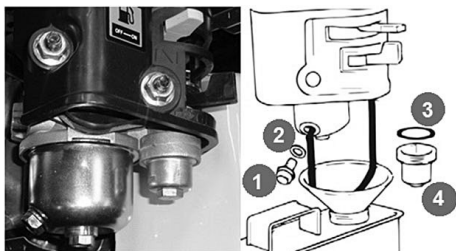

Рис. 18 Обслуживание фильтра-отстойника карбюратора
3. Открутите болт сливного отверстия (1) и слейте топливо из поплавковой камеры карбюратора (Рис. 18).
4. Открутите стакан отстойника (4), вылейте из него топливо в ранее подготовленную емкость.